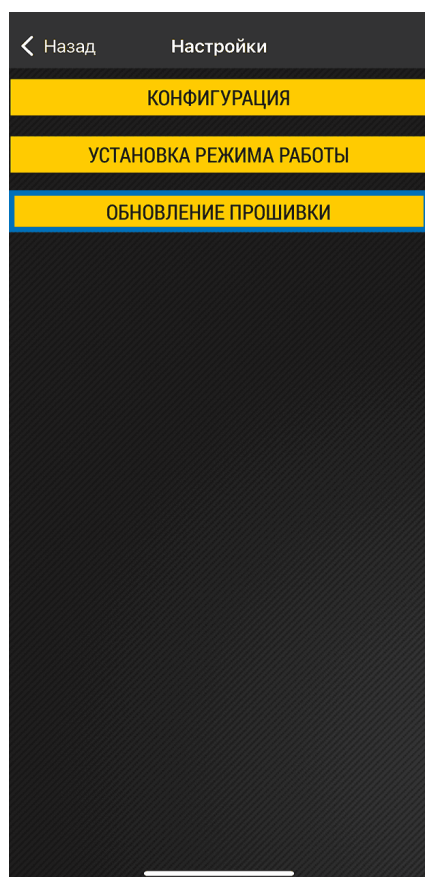

Рис.39. Меню «Настройки»
1. На рабочем экране выберите вариант **«Настройки»**, далее нажмите кнопку **«Обновление прошивки»** (**Рис.39**).